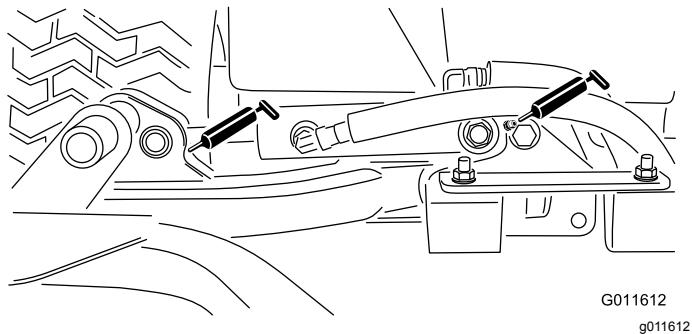

Figura 44
- Cilindri del braccio di sollevamento degli elementi di taglio (2 cad.) (Figura 44)
- Perni dei bracci di sollevamento (1 cad.) (Figura 44)